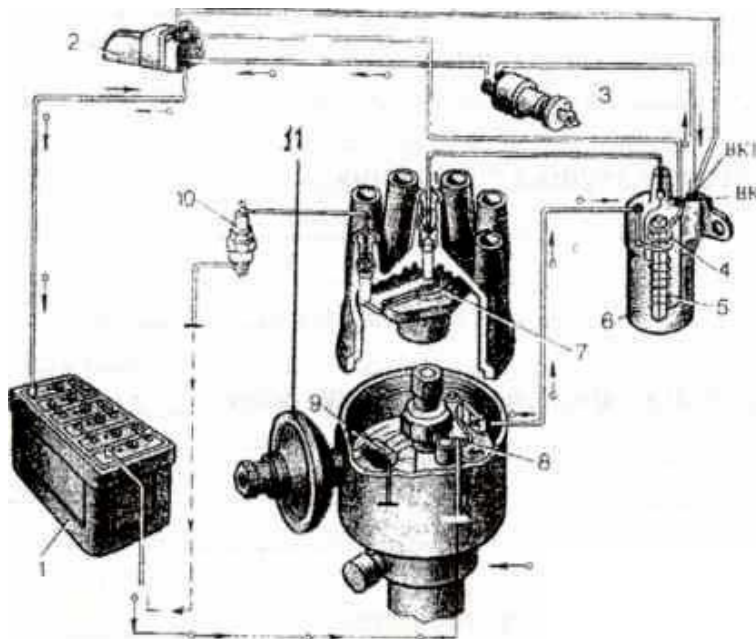

Рис. 10.1. Схема батарейной системы зажигания:
1. Обозначьте в соответствии с нумерацией (1-11) приборы батарейной системы зажигания (рис. 10.1).